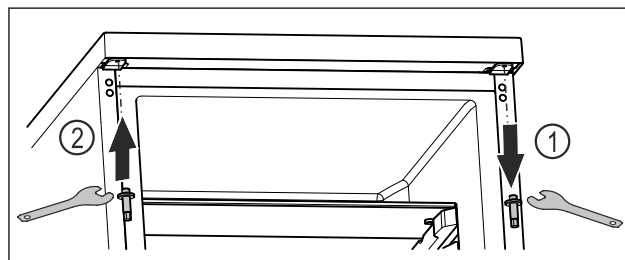

Fig. 20
- Vyskrutkujte čap vonkajším kľúčom na šesťhrannú maticu. Fig. 20 (1)
- Zaskrutkujte čap na opačnú stranu vonkajším kľúčom na šesťhrannú maticu. Fig. 20 (2)